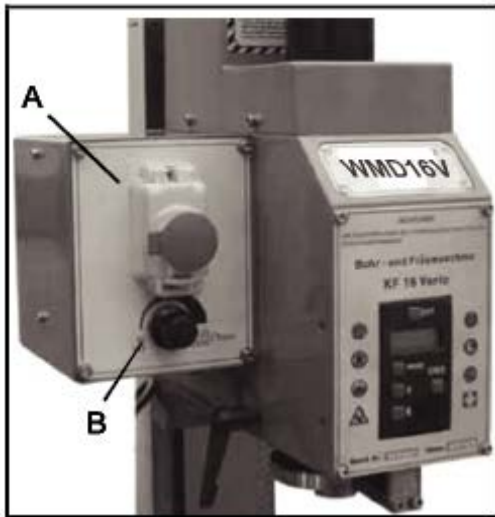

Рисунок 12
- **Магнитный выключатель** (А, рисунок 12) служит для экстренной остановки вращения двигателя и выполняет защитные функции по отношению к электрической части станка. Зеленая кнопка “Г” – пуск двигателя, красная кнопка “О” – отключение.
- **Ручка регулирования скорости** (B, рис. 12) служит для изменения скорости вращения шпинделя. При повороте ручки по часовой стрелке происходит увеличения скорости, против часовой стрелки – уменьшение. При остановке станка она должна находиться в нулевом положении. Запускать станок также разрешается только при нахождении ручки регулирования скорости в нулевом положении.